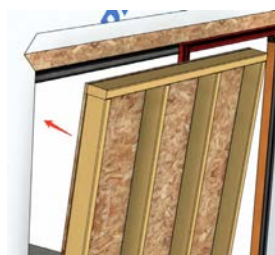

Fig PKT 7
- Instale la pared exterior del hueco (Fig. PKT 7).